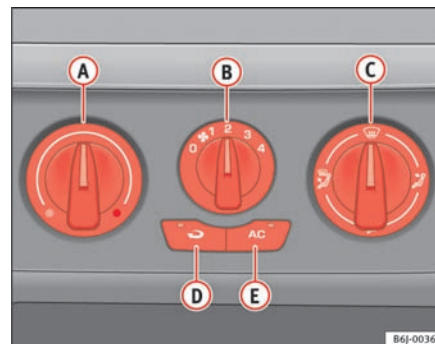

Fig. 96 I instrumentpanelet: betjenings-elementer til aircondition-anlæg
- Du kan indstille temperaturen, blæsertrinet og luftfordelingen med drejekontakterne ⇒ fig. 96 **A** og **C** og med kontakten **B**.
- Luk dyserne ③.
- Åbn dyserne ④, og ret dem mod sideruden.